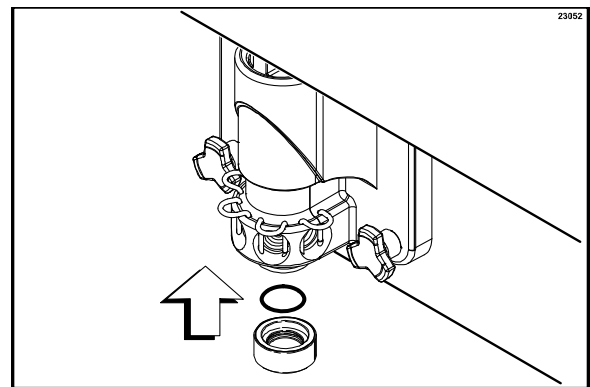

Abbildung 58
14. Die Zapfauslass-Runddichtung in die Zapfauslasskappe einsetzen. Die Zapfauslasskappe mit Desinfektionslösung füllen. Die Zapfauslasskappe auf dem Ende des Zapfauslasses am Frontverschluss anbringen. (Siehe Abbildung 58.)